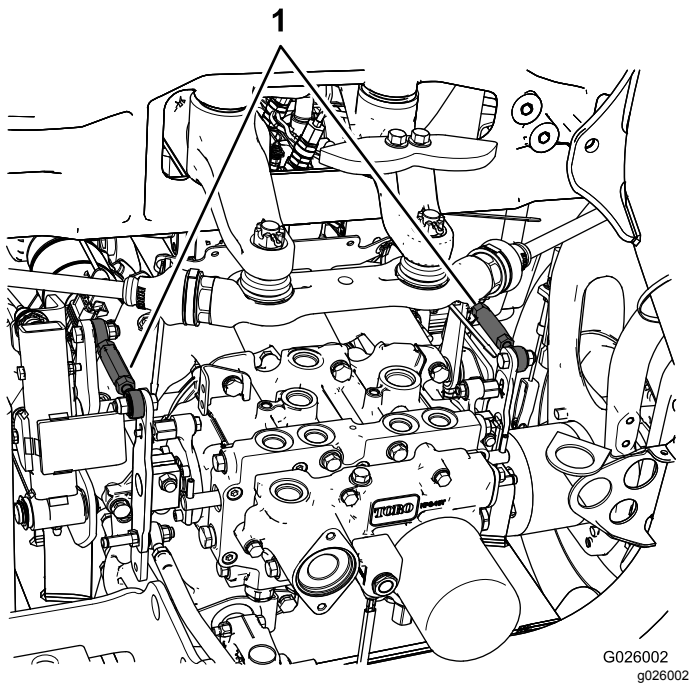

図 46
- 左後タイヤが回転している場合には、左側トランスミッション・コントロールロッドのジャムナットをゆるめる **図 46**。